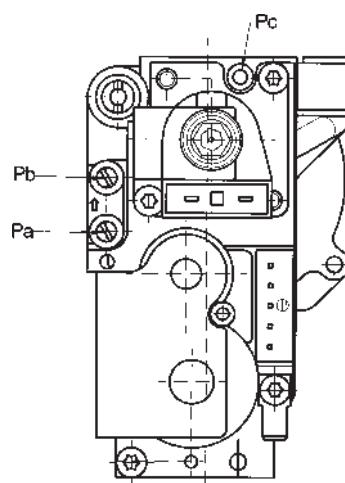

Figura 13
- conectar la toma de presión positiva de un manómetro diferencial, posiblemente de agua, a la toma de presión (**Pb**) de la válvula del gas (figura 13). Conectar la toma negativa del mismo manómetro a un especial "T" que permita conectar entre ellos la toma de compensación de la caldera, la toma de compensación de la válvula del gas (**Pc**) y el manómetro mismo. (Se puede efectuar una medición equivalente conectando el manómetro a la toma de presión (**Pb**) y sin el panel frontal de la cámara estanca);
- Comprobar que la presión dinámica de alimentación de la caldera, medida en la toma de presión (**Pa**) de la válvula del gas (Figura 13), sea la correcta (37 mbar el gas propano ó 20 mbar el gas natural).
- Mantenga pulsada la tecla **R** durante unos 6 segundos. Cuando la función está activada, la pantalla visualiza la indicación “**A00**” (... “A08”) alternada al valor correspondiente (figura 13);